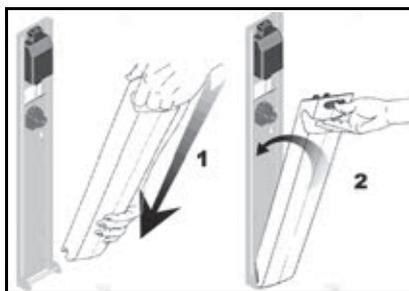

Fig. 2
- 1) Inserire il gruppo batterie nel caricabatteria e spingerlo con decisione verso l'interno (vedere Fig. 2).